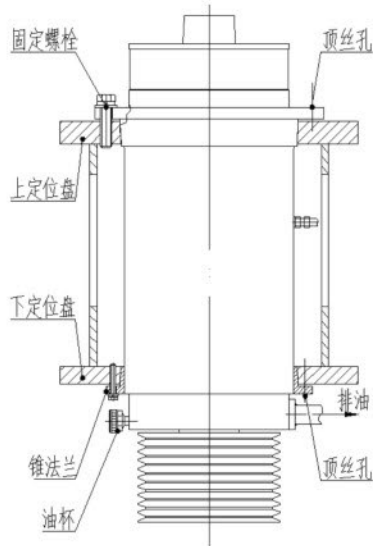

图11-3 轴承筒拆卸
- 4.卸掉下部锥法兰螺栓及轴承筒固定在上定位盘的螺栓，将下部锥法兰利用法兰上的顶丝孔向下顶出并卸下，然后用轴承筒上法兰的顶丝孔将轴承筒从上定位盘中向上顶出（见图11-3）。